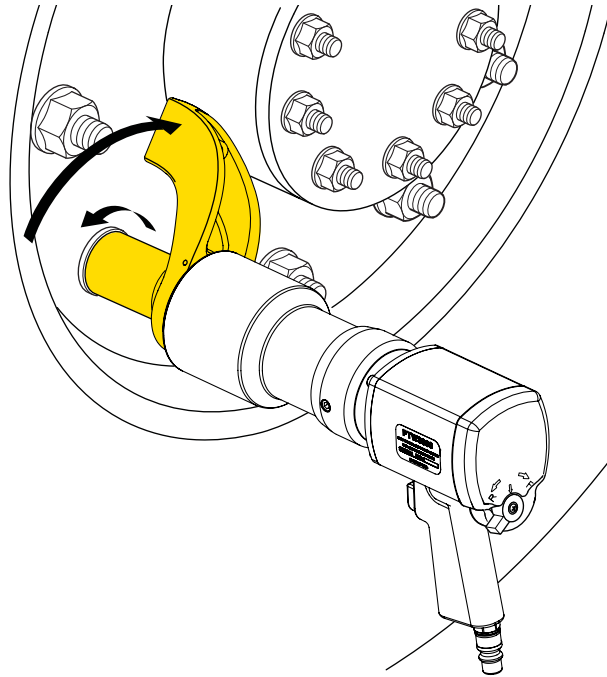

Fig. 9
10. En la Fig. 9 se muestra la posición del brazo de reacción cuando el cuadrante gira en sentido antihorario.
12. Para aflojar un sujetador (o aplicar torque en sentido antihorario): asegúrese de que la palanca de ajuste esté en la posición “R” y que el brazo de reacción esté en la posición tal como se indica en la Fig. 9. A continuación, presione completamente el gatillo de la herramienta y manténgalo presionado hasta que la herramienta se suelte.